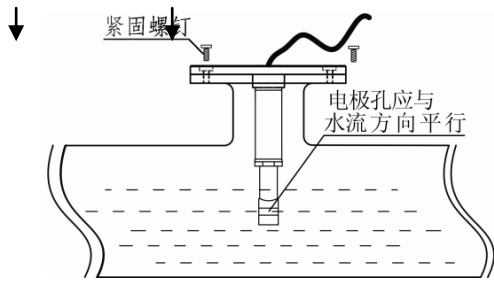

图 4.3.3
3) 用合适的紧固螺钉将上、下法兰盘紧固在一起，如下图 4.3.3 所示：